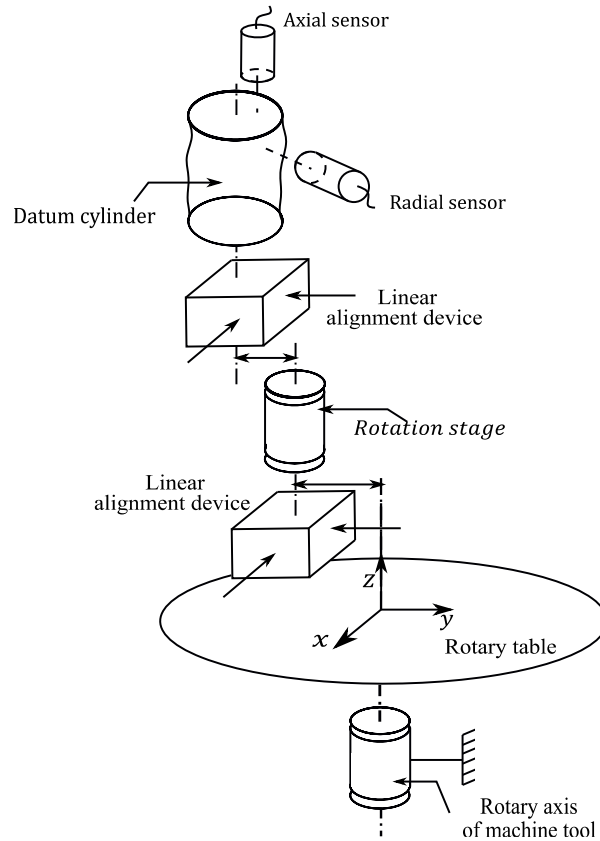

Figure 1 : Cinématique du système de mesure.
- Un système de mise en position d'un cylindre de haute précision sur la table, respectivement Datum Cylinder et Rotary Table illustré en Figure 1.
- Un système permettant l'alignement de l'axe du cylindre avec l'axe de la table rotative (Linear alignement device sur la Figure 1)
- Un support de capteurs capacitifs (Radial ou axial sensors, Figure 1) monté en broche permettant une mesure *in situ*, du dit cylindre par rotation de ce dernier ou rotation de la table rotative de la machine, respectivement rotation stage et rotary table sur la Figure 1.